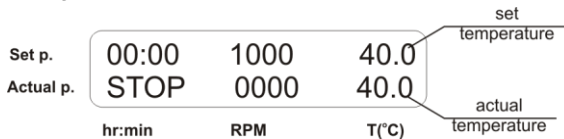

Fig. 4 Panneau de configuration en mode d'opération
- 5.8. Supposons que le relevé d'un capteur indépendant est de 39°C mais que l'écran affiche une température actuelle de 40°C (Fig.4). Il est alors nécessaire de corriger de 1°C.